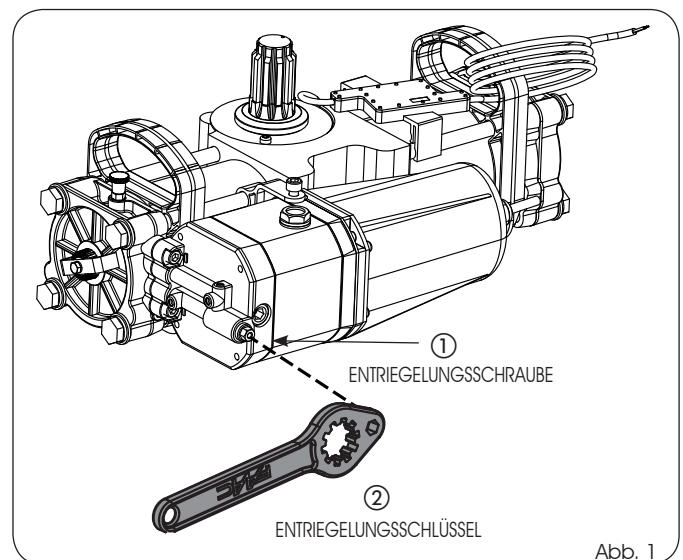
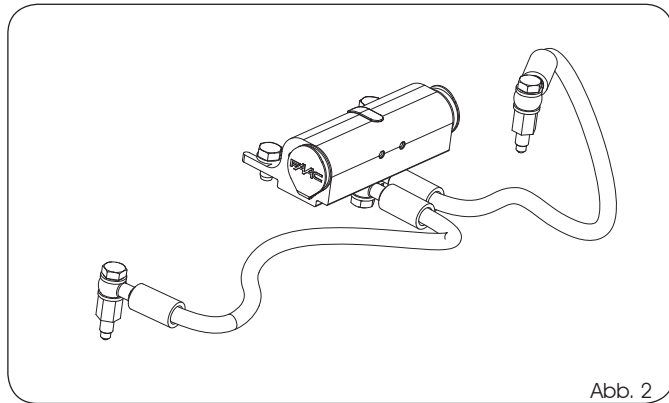
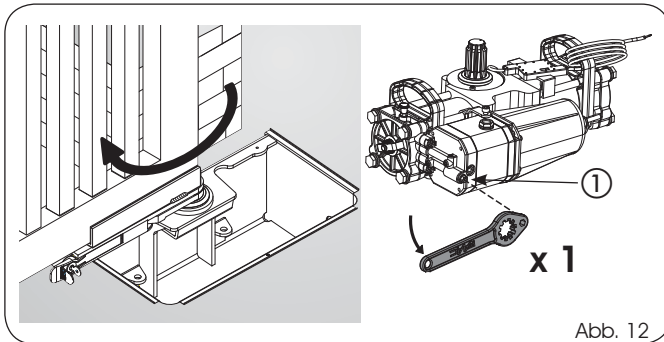

Abb. 1
Abb. 2
Abb. 12
- 2) Die Entriegelungsschraube (Abb.1, ①) betätigen (in Ermangelung des Hebels den mitgelieferten Sechskantschlüssel (Abb.2, ②) einsetzen):
Als Optional ist für den Antrieb eine hydraulische manuelle Notentriegelung vorhanden (Abb. 2).
- 2) Gemäß den Anweisungen in Kap. 7.1 die ölhydraulische Entriegelung des Antriebs durch Drehen des Hebels (Abb. 1, ⑥) oder durch Einsetzen des entsprechenden Schlüssels (Abb. 1, ⑱) auf die Entriegelungsschraube (Abb. 12, ①) betätigen.